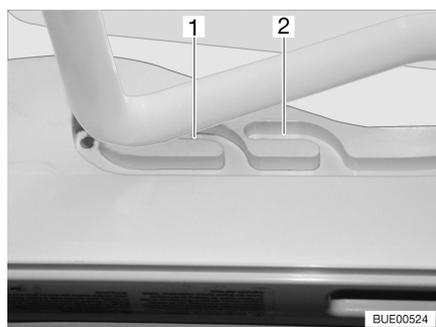

Fig. 22 Oblò inclinabile in posizione di ricircolo d'aria
È possibile portare l'oblò inclinabile in due posizioni di ricircolo d'aria: Posizione brutto tempo (Fig. 22,1) e posizione centrale (Fig. 22,2).
- Premere la staffa leggermente verso l'alto e spingerla nella guida selezionata (Fig. 22,1 o 2).